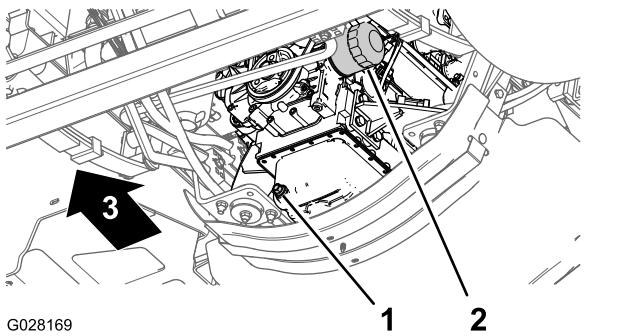

図 79
- エンジンオイルフィルタの下にオイルを受ける容器をおく図 79。
- 古いオイルフィルタ図 79を外す。
- アダプタにフィルタを取り付け、ガスケットがアダプタに当たるまでフィルタを右に回し、そこから更に $\frac{1}{2}$ 回転増し締めする図 79。
- ドレンプラグの下にオイルを受ける容器をおく図 79。
- ドレンプラグ 図 79 を外して排出されるオイルを回収する。